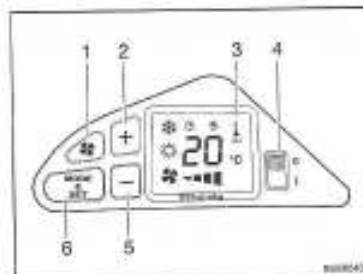

Fig. 143 Boutons de commande
- Mettre l'interrupteur secteur (Fig. 143,4) sur "I". La température réglée est affichée.
- Régler la température désirée à l'aide des touches "+" (Fig. 143,2) et "-" (Fig. 143,5).
- Mettre l'interrupteur secteur (Fig. 143,4) sur "0".
- Mettre l'interrupteur secteur (Fig. 143,4) sur "I".
- Régler la vitesse de ventilateur désirée à l'aide des touches "x" (Fig. 143,1), "+" (Fig. 143,2) et "-" (Fig. 143,5).
- Appuyer sur la touche "MODE & SET" (Fig. 143,6) jusqu'à ce que le symbole de refroidissement soit visible à l'écran (Fig. 143,3).
- Appuyer sur la touche "MODE & SET" (Fig. 143,6) jusqu'à ce que le symbole de chauffage soit visible à l'écran (Fig. 143,3).